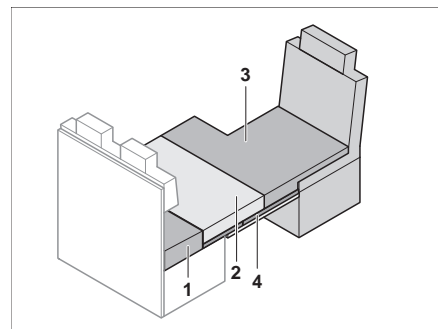

Bild 146 Efter ombyggnaden
- Lägg extradynan (Bild 146,3) på förarstolen.
- Lägg sittdynan (Bild 146,2) på underlägget för extrasängen.